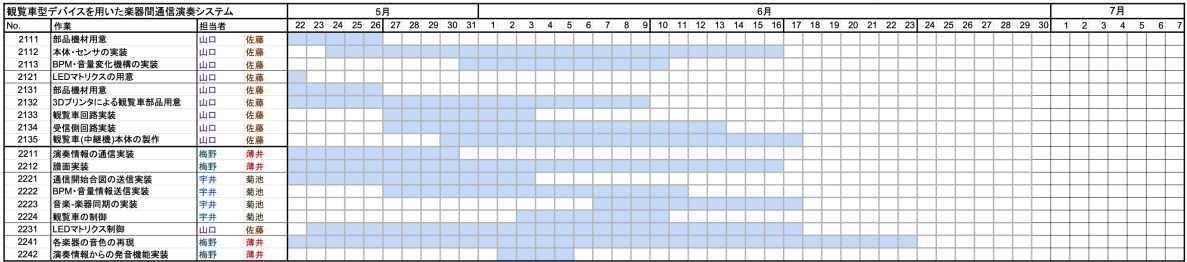
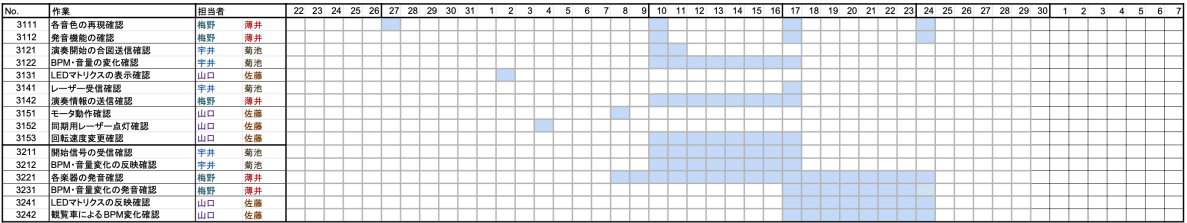

図 2 現在のガントチャート（実装フェーズ）
図 3 現在のガントチャート（テストフェーズ）
次に、現在の GC を図 2（実装フェーズ）および図 3（テストフェーズ）に示す。達成した項目は緑色で塗られている。
- テストフェーズに移行し、LED マトリックスの反映確認（No.3241）を実施する（図 3 参照）、